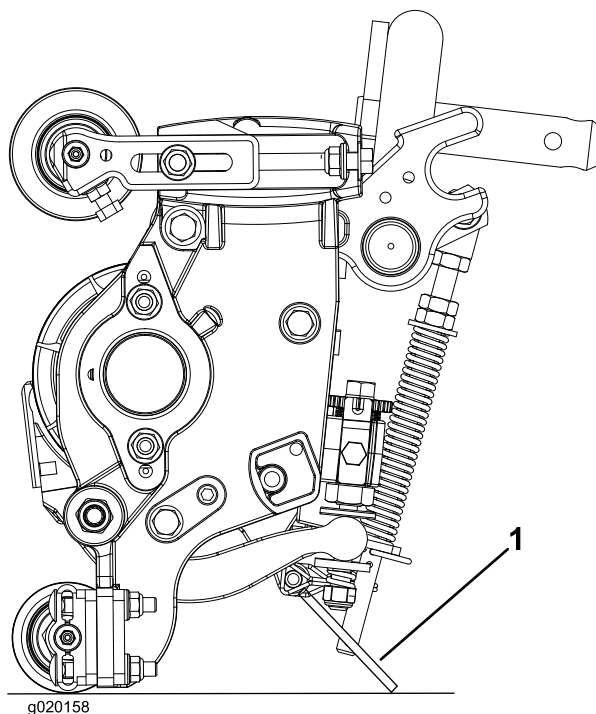

**Figura 16**
7. Enrosque el perno en el otro brazo del seguro de cierre del capó para bloquear la posición del cierre (Figura 16).